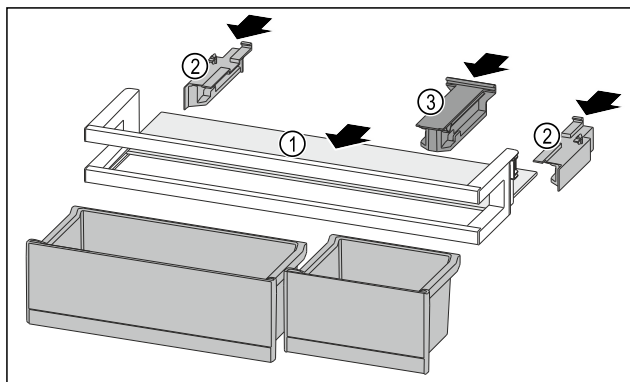

Fig. 135
- Odkládací plochu Fig. 135 (1) zasuněte do bočních vybrání.
- Boční díly Fig. 135 (2) vložte.
- Držák Fig. 135 (3) vložte.